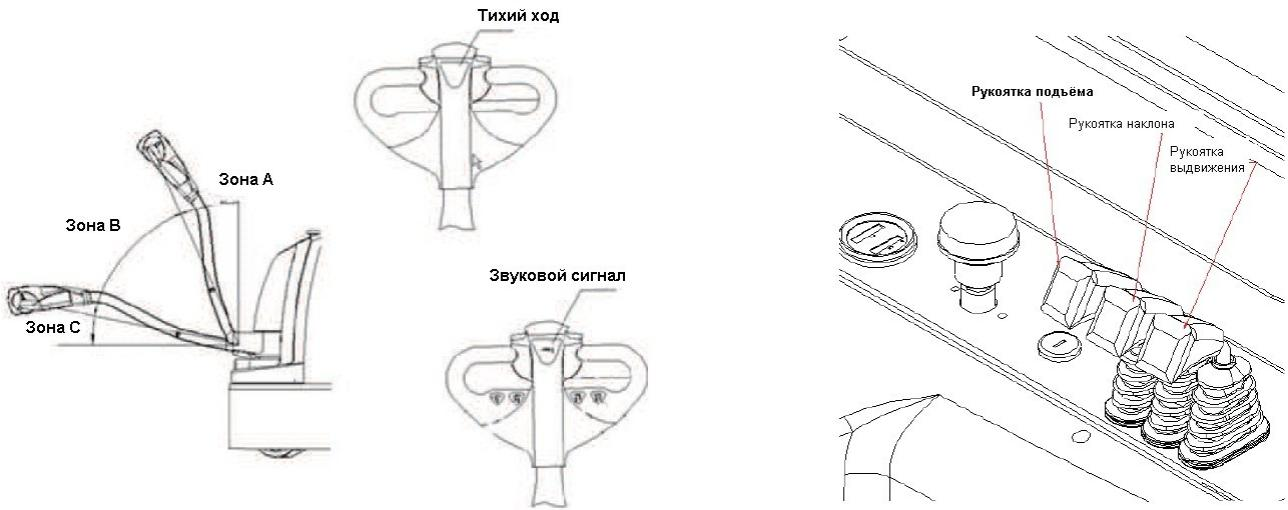

Рис. 2
5.1.3. Проверьте работу тормоза, а также работу на подъем и опускание груза и движение машины вперед и назад. Проверьте возможность аварийного изменения направления движения способом, показанным на рис. 2:
Переместите ручку управления в положение А или в положение С, как показано на рис. 2, и нажмите кнопку подъема/опускания на ручке управления, чтобы убедиться в том, что вилы могут нормально подниматься и опускаться. Затем переместите ручку управления в положение В, как показано на рис. 2, запустите штабелер и переведите ручку в горизонтальное положение, чтобы убедиться в том, что штабелер может нормально двигаться и тормозить.
Переместите ручку управления в положение В, как показано на рис. 2, и нажмите кнопку аварийного изменения направления движения в верхней части ручки управления, чтобы убедиться в том, что штабелер может нормально двигаться назад.
На валу тягового двигателя установлен магнитный тормоз, а на валу ручки управления имеется кулачок и выключатель перемещения. Штабелер может быть запущен и может перемещаться, только если ручка расположена под углом $30^\circ \pm 20^\circ$, как показано на рис. 2. Если угол меньше или больше, штабелер выключается и включаются тормоза. В этом состоянии штабелер может только поднимать или опускать груз. При подъеме и опускании груза штабелер не может перемещаться.
Как показано на рис. 2, когда ручка управления находится в положении А или С, штабелер может только поднимать или опускать груз, но не может перемещаться. Когда ручка управления находится в положении В, штабелер может и перемещаться, и поднимать или опускать груз.
Как показано на рис. 2, на ручке управления имеется кнопка, которая используется для движения тихим ходом. Если нажата кнопка "Тихий ход" и повернута рукоятка акселератора, штабелер будет перемещаться с низкой скоростью. Этот режим подходит для движения на поворотах, при штабелировании и перемещении к стеллажам и от них при снятии груза. Если кнопка "Тихий ход" отжата и повернута рукоятка акселератора, штабелер будет перемещаться с нормальной скоростью.